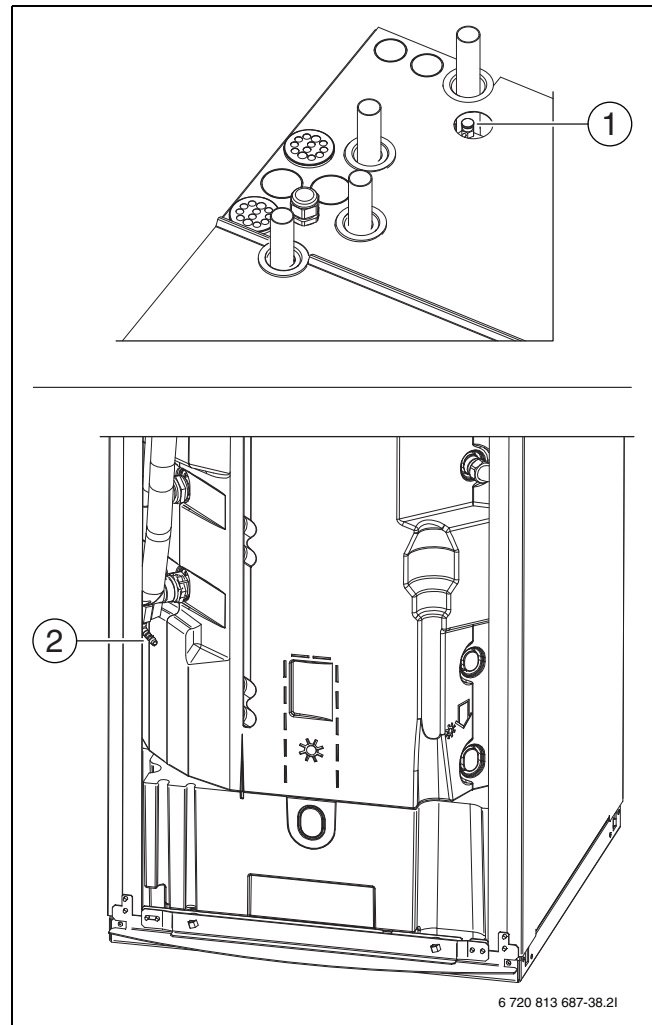

Рис. 24 Точки удаления воздуха
4. Откройте винт выпуска воздуха сверху на тепловом насосе (→ [1] рис. 24) и оставьте открытым, пока не будет вытекать только вода из сливного шланга. Закройте винт выпуска воздуха.
6. Подсоедините небольшую трубку или держите подходящую ёмкость у ниппеля сливного крана (→ [2] рис. 24).